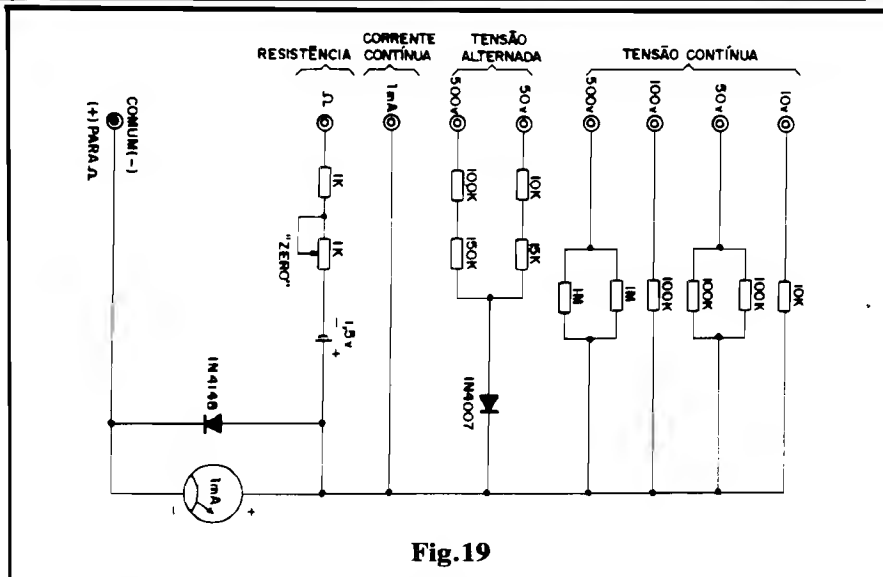

Fig.19
- FIG. 19 - Diagrama esquemático do nosso MULTÍMETRO, simples e barato. Praticamente **toda** a despesa ou custo está concentrada no instrumento, um galvanômetro com alcance de 1 mA. O resto é “resto”... Notem ainda que para economizar e simplificar “até o talo”, sequer sugerimos o uso de chaveamentos complexos, preferindo mostrar o diagrama na base de “um borne para cada entrada de medição”... São 4 faixas de medição de Tensão Contínua (com fundos de escala em 10V-50V-100V-500V), 2 de Tensão Alternada (50V-500V), uma de Corrente Contínua (1 mA) e uma de Resistência (com “zero” ajustável por potenciômetro incorporado...). Notem que o terminal (entrada) COMUM representa, em termos de polaridade, o **negativo** para todas as faixas, **menos** para a medição de Resistência, caso em que esse terminal “torna-se” o **positivo**. De qualquer forma, observar com atenção as polaridades do galvanômetro, da única pilha (pode ser uma pequena, já que o “dispendio” de Corrente é muito baixo...) e dos di-